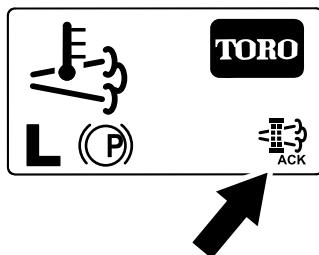

Figura 68
8. El InfoCenter muestra la página de inicio y el ícono de reconocimiento de regeneración (Figura 68) aparece en la esquina inferior derecha de la pantalla mientras se procesa la regeneración.